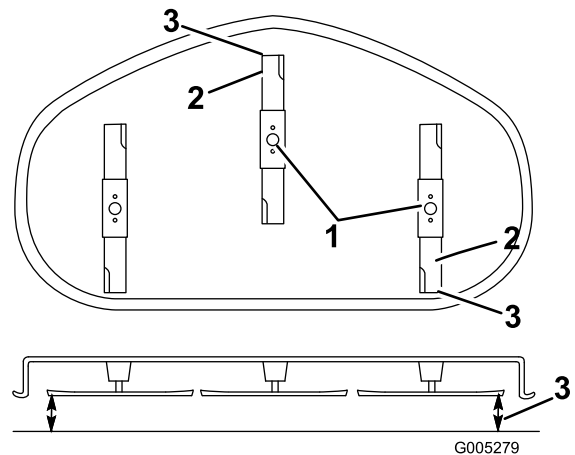

Bild 42
5. Stellen Sie die Schnitthöhe auf die Stellung **D** (76 mm) und drehen Sie die Messer vorsichtig, sodass sie nach vorne und hinten zeigen (Bild 42).
6. Messen Sie zwischen der Messerspitze vorne und hinten und der ebenen Fläche (Bild 42). Stellen Sie, wenn die vordere Schnitmesserspitze nicht um 1,6-7,9 mm tiefer liegt als die hintere, die vordere Sicherungsmutter ein.
9. Prüfen Sie noch einmal die Neigung in Längsrichtung. Stellen Sie die Mutter ein, bis die vordere Schnittmesserspitze um 1,6–7,9 mm tiefer liegt als die hintere Spitze (Bild 42).